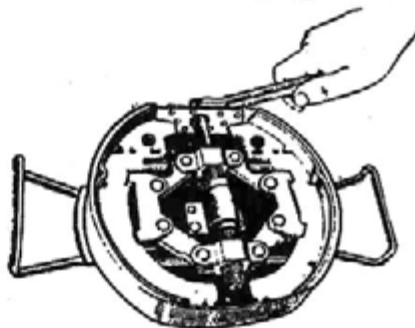

Рис. 252. Приспособление для прижатия фрикционных накладок к колодкам при их склеивании
5. Прижмите детали друг к другу давлением $0,5-0,8$ МПа ($5-8$ кгс/см 2) в приспособлении (рис. 252) и в сжатом виде выдержите в сушильной камере при температуре $(190\pm 10)^\circ\text{C}$ не менее 40 мин, не считая времени прогрева деталей до этой температуры.